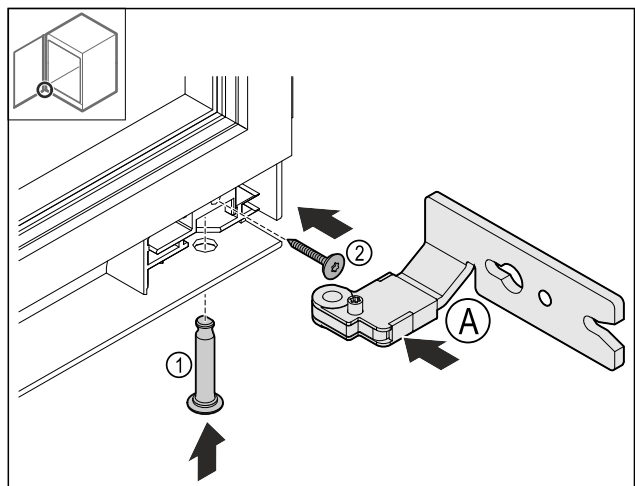

Fig. 23
- ▶ Vendosni menteshën e poshtme Fig. 23 (A).
- ▶ Futini bulonat Fig. 23 (1) dhe shtrëngojini.
- ▶ Mbërtheni vidën Fig. 23 (2).